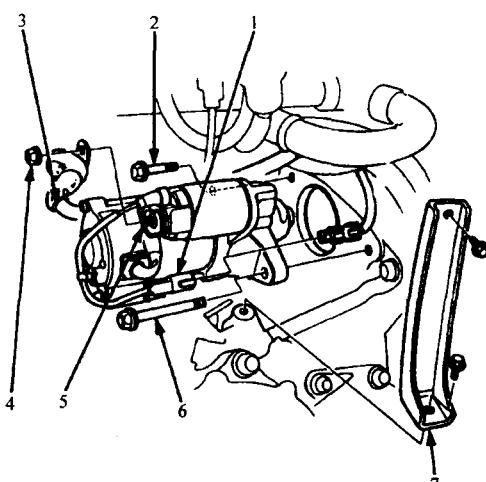

图 1-9 起动机的固定——魄力和 2.5L 车型
①将起动机放置到发动机上，安装固定螺栓，将其拧紧至  $33 \text{ lbf}\cdot\text{ft}$  ( $44\text{N}\cdot\text{m}$ )。
②连接起动机接线。
③安装进气管。
④重新接上蓄电池负极接线。输入收音机安全代码。检查起动机工作情况。
##### (2) 2.5L (G25A1、G25A4) 发动机 (图 1-9)